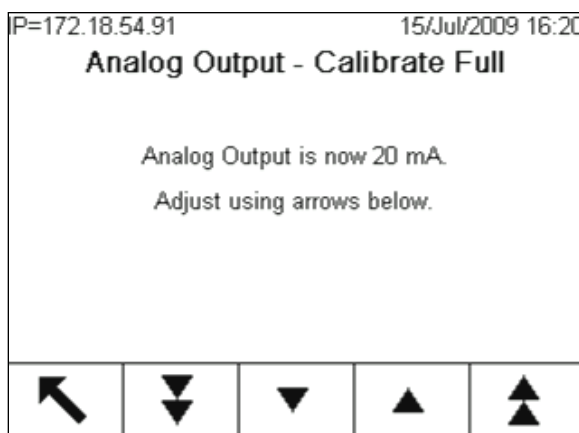

Figure 3-138 : Sortie analogique – Écran d'étalonnage complet
10. Sur l'écran **Sortie analogique - Étalonnage complet** (Figure 3-138), utilisez les touches programmables pour régler le signal de sortie analogique afin qu'il soit exactement égal à ce que le périphérique du client exige pour sa limite supérieure. Les touches programmables disponibles sont décrites sur le Tableau 3-11.